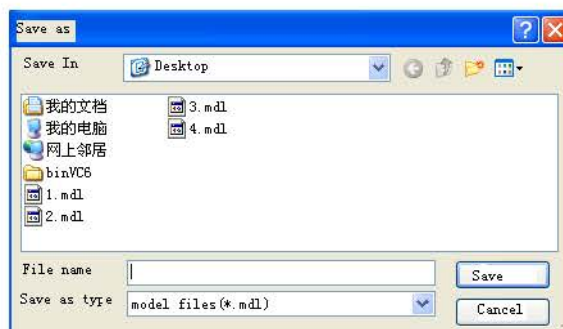

Fig. 4-16
D. Clique no botão "Salvar modelo" para exibir a caixa de diálogo Salvar como na Fig. 4-16: